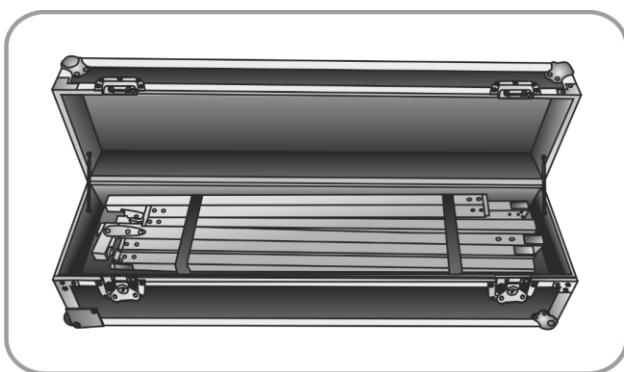
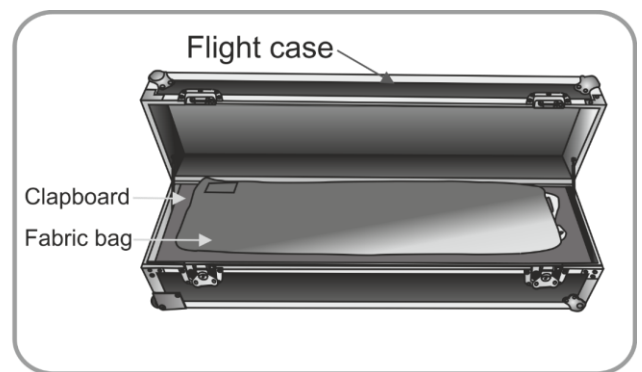

Fig. 27
Fig. 28
08) Coloque las patas y la estructura principal en el flightcase y sujételas (Fig. 27). Coloque la bolsa de accesorios dentro. Introduzca la tabla y coloque las bolsas de la tela encima (Fig. 28).